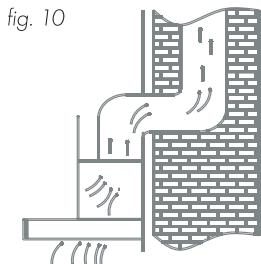

fig. 10
06. La ventilación vertical es la más común. Si arriba de su cocina tiene un espacio de ático, los ductos pueden pasar por el mueble y el ático hasta el techo (vea fig.10)